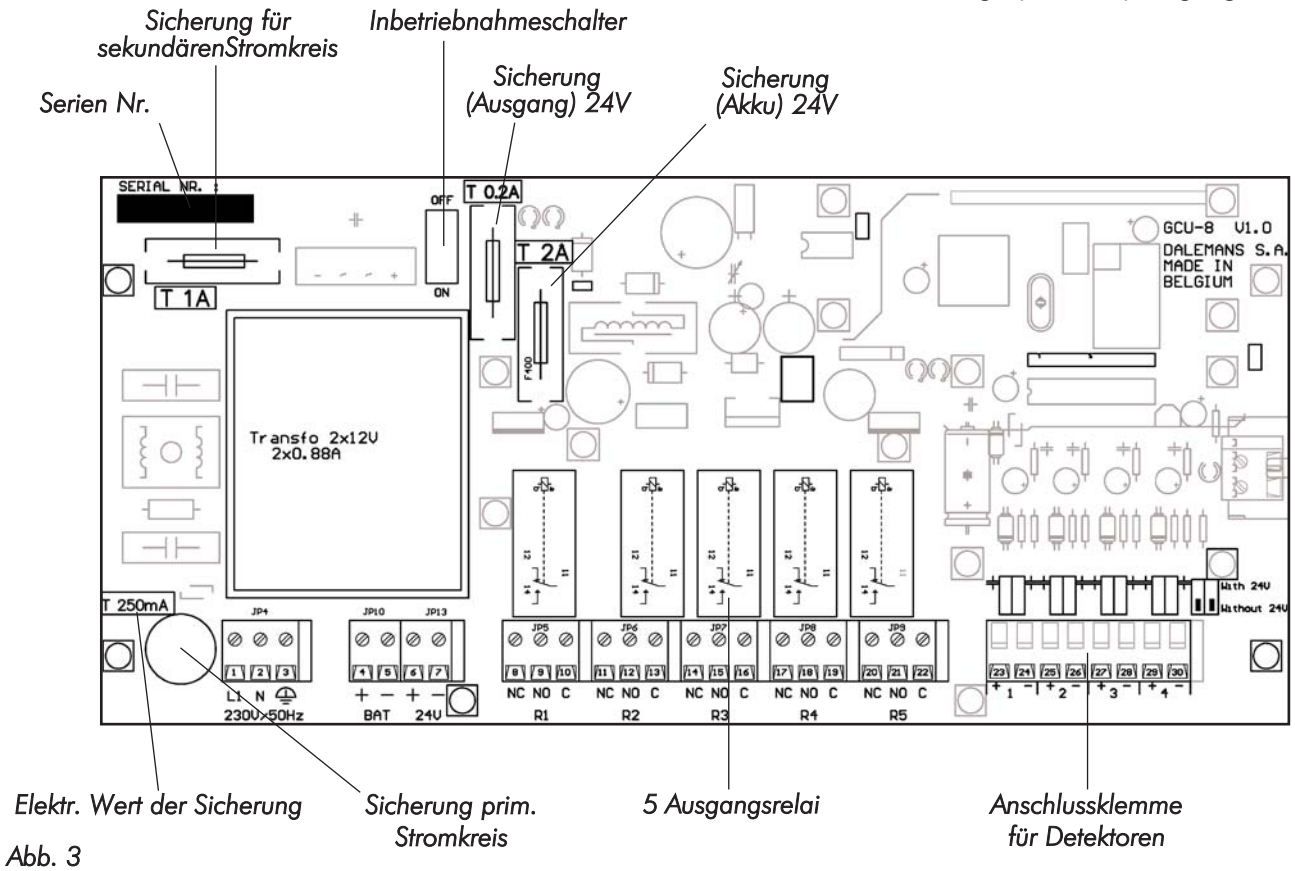

Abb. 3
- a. Inbetriebnahmeschalter auf Position OFF (Abb. 3).